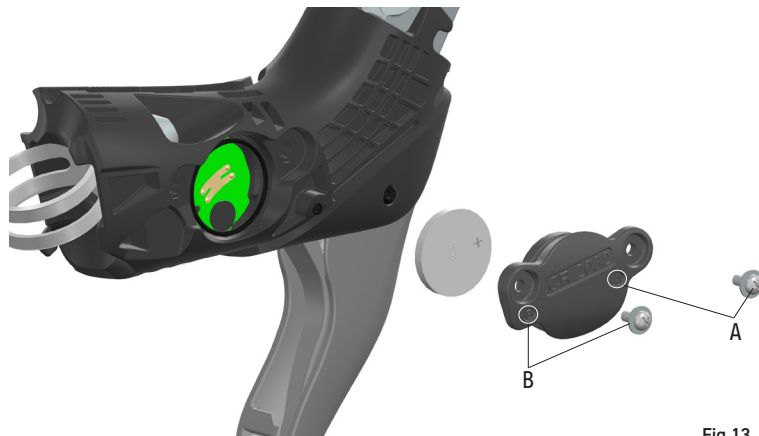

Fig.13
- Dévissez à l'aide d'un tournevis cruciforme et retirez la vis et la rondelle en position A (Fig.13) puis la vis et la rondelle en position B (Fig.13).
- Retirez le couvercle de la batterie, en utilisant la saillie du couvercle lui-même, près de la vis B (Fig.13).
- Retirez la pile et insérez une pile CR2032 en orientant l'indication « + » vers le couvercle (Fig.13).
- Réinstallez le couvercle et serrez les deux vis à l'aide d'un tournevis cruciforme (Fig.13).